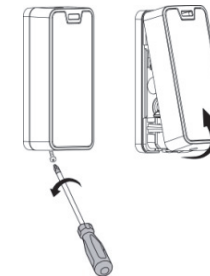

Figura 1
1. Aprire il contenitore (vedi Figura 1).